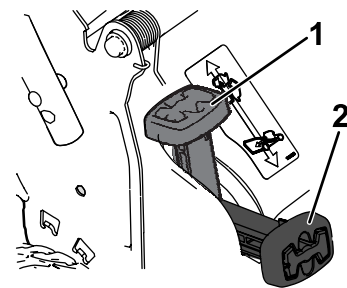

Bild 15
- **Zum Sammeln des Schnittguts und Laubs** drücken Sie die Taste am Hebel für den zuschaltbaren Fangkorb und bewegen den Hebel nach vorne, bis die Taste am Hebel herauspringt (Bild 15).
Hinweis: Nehmen Sie ggf. den Fangkorb von der Maschine ab, bevor Sie das Schnittgut hinten auswerfen, siehe Entfernen des Fangkorbs \(Seite 15\). Der Hebel für den zuschaltbaren Fangkorb sollte in der BAGGING-Stellung sein, wie in Bild 15 abgebildet.